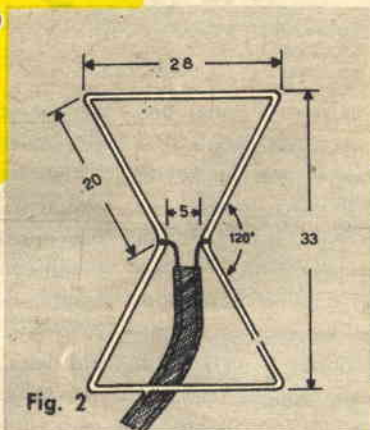

Fig. 2
**Fig. 2 - Le dimensioni riportate in figura sono espresse in centimetri. La piattina di discesa risulta fissata, mediante viti, nella posizione indicata in figura.**